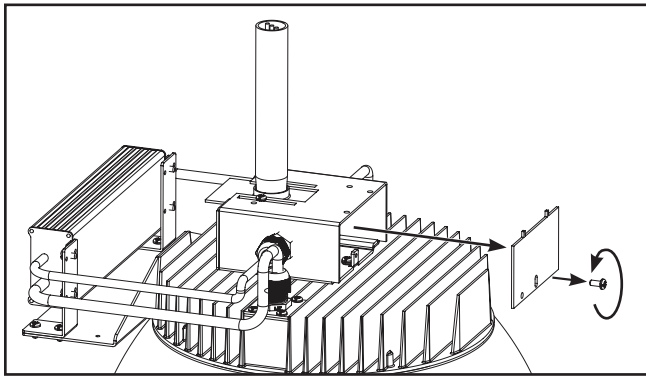

Figura 9.
5. Retire el tornillo de la tapa de la caja de conexiones en la parte frontal de la luminaria y retire la tapa de la caja de conexiones. (Figura 9)